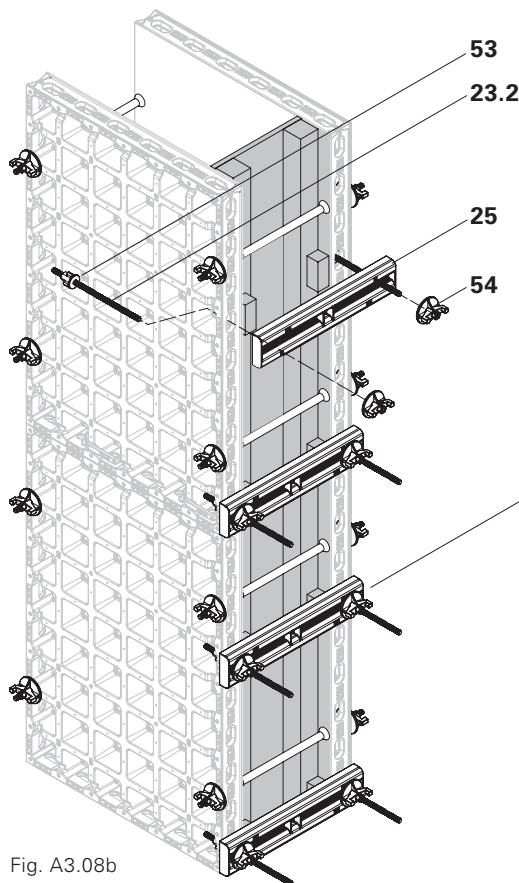

Fig. A3.08b
- écrou-disque DW 15 (54) et filière de compensation DUO (25) pour coffrages d'about (Fig. A3.08b).
2. Sur la côté du panneau, visser l'écrou à 3 oreilles (53) sur la tige d'ancrage pour angle (23.2).
3. Fixer et maintenir la filière de compensation DUO 62 (25) sur l'ancrage pour angle.
4. Visser à la main l'écrou-disque DW 15 (54) sur l'ancrage pour angle DUO (23.2). (Fig. A3.08b + A3.08c)